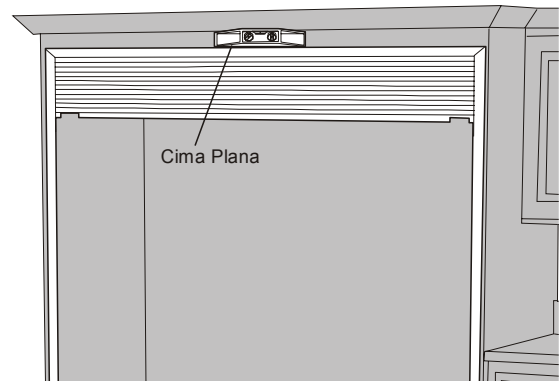

Figura 7
- Nivele la parte superior del marco de moldura usando un nivel de carpintero. Véase la figura 7.